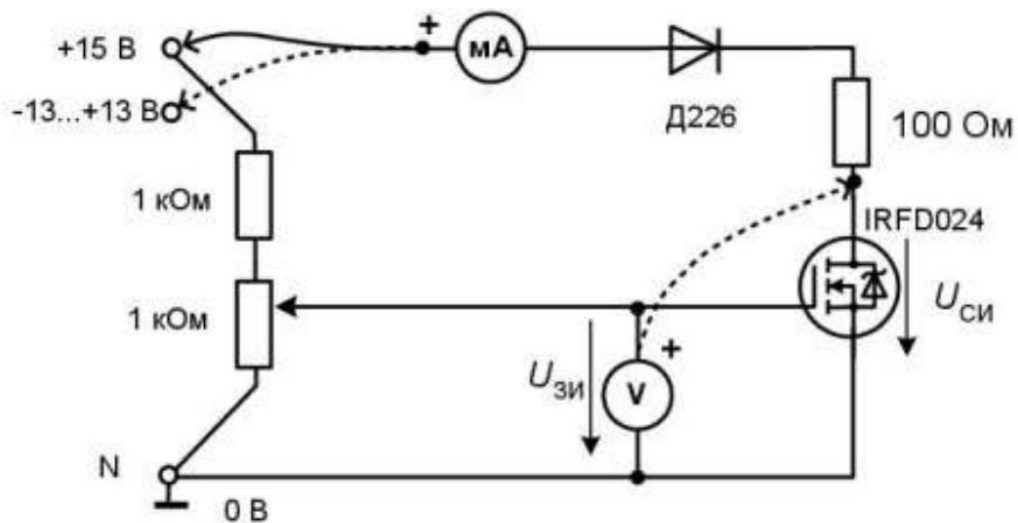

Рисунок 1.8
1) Соберите цепь для снятия характеристик транзистора (рисунок 1.8). Диод Д226 включен в схему для предотвращения подачи отрицательного напряжения на транзистор при снятии выходных характеристик. Диод, показанный внутри микросхемы IRFD024 является паразитным элементом, обусловленным конструкцией **p-n** переходов в транзисторах подобного типа.